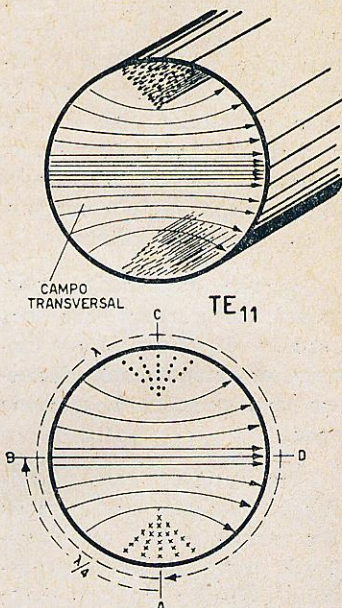

Figura 3
Assim, para determinar uma abreviação para a configuração ilustrada na figura 3, procedemos como segue: partindo do ponto A, percorrendo a circunferência, observamos o que sucede com as linhas do
campo e; inicialmente zero, atingem uma densidade máxima em B, decrescem até zero em C, aumentam novamente até um máximo de densidade em D e retornam ao zero inicial (A). Isto equivale a um ciclo completo. Portanto, o primeiro algarismo em coeficiente será 1. A seguir, percorremos o diâmetro A-C e observamos que as linhas do campo elétrico, inicialmente nulo junto às paredes, atingem apenas um máximo, no centro. Como o segundo algarismo indica o número de semi-ciclos, ele será igual a 1. Portanto, o modo de propagação ilustrado na figura 3 é abreviado como TE_{11} (para guia de onda circular).